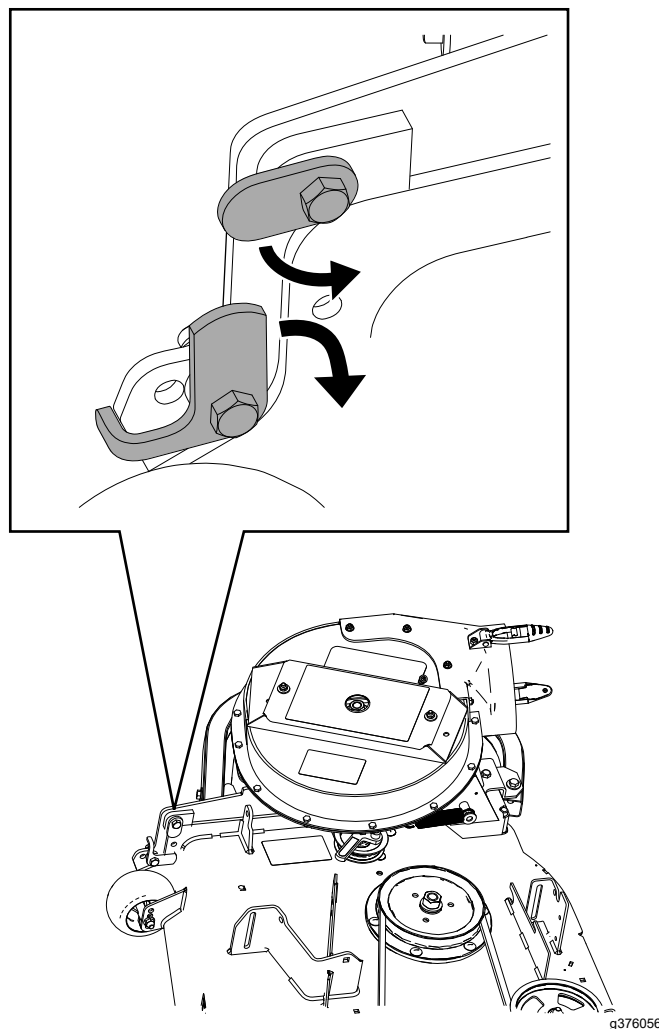
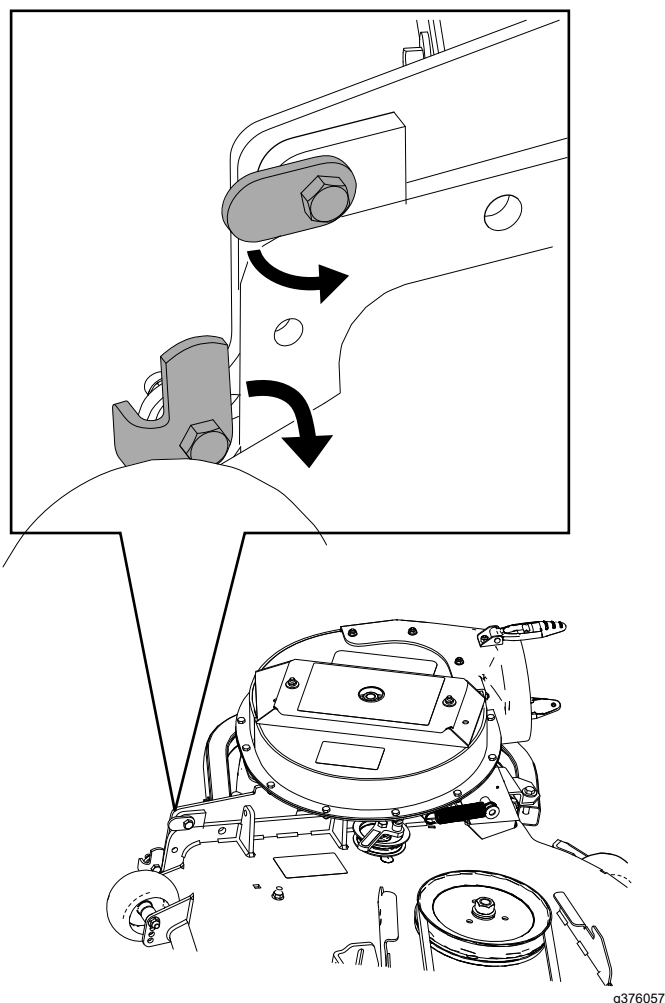

Figura 33
Figura 34
4. Cierre el conjunto del soplador para ver si los cierres están correctamente ajustados (Figura 33 y Figura 34).